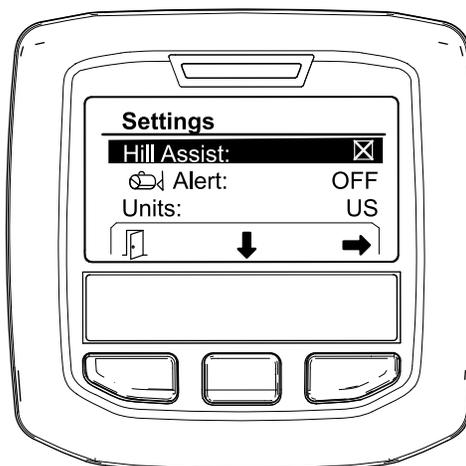

図 7
1. 下へスクロールしてHILL ASSISTにきたら中央ボタンで設定メニューに入る 図 7。